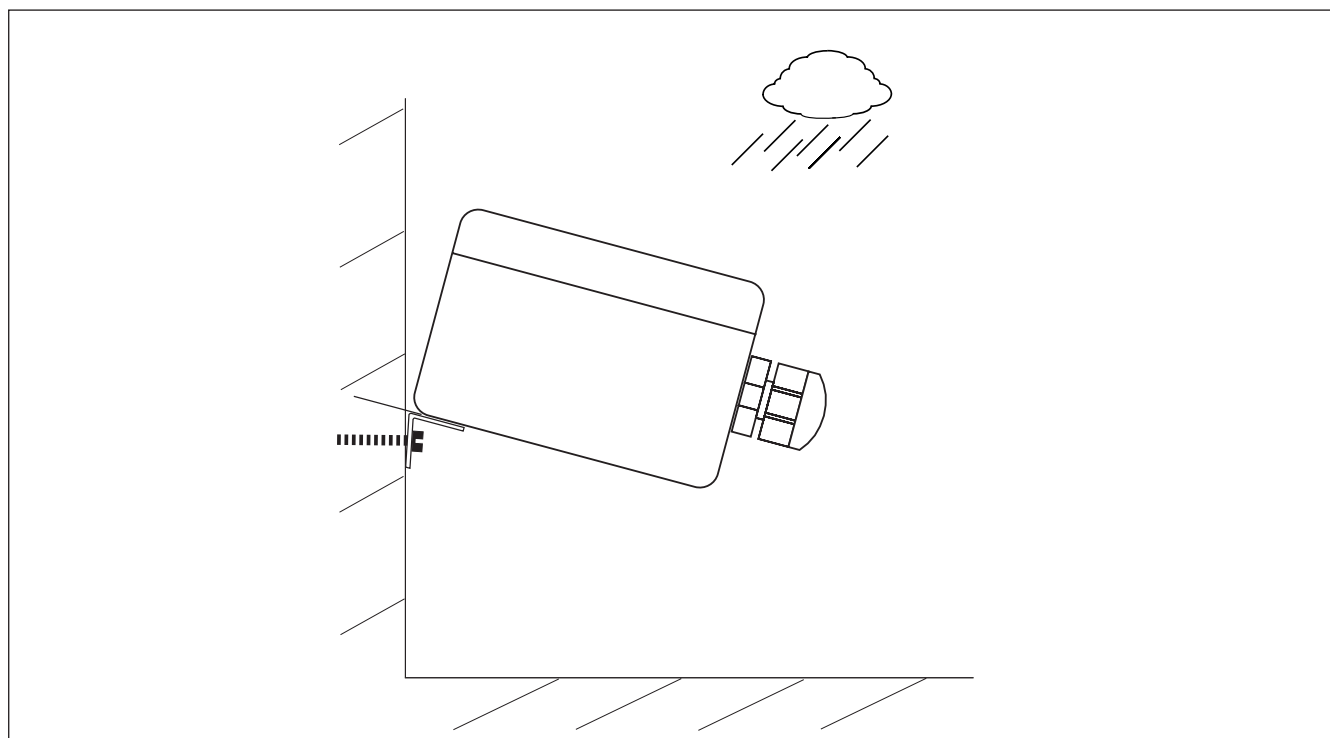

Abb. 3 Befestigung mit Haltewinkel an der Wand
- Der Niederschlag muss aus allen Richtungen ungehindert auf der Sensorfläche auftreten können. Das am Messwertgeber angebrachte Halteblech erzeugt den nötigen Winkel für den Wasserabfluss von der Sensorfläche. Dieser Winkel sollte durch die Befestigung nicht verändert werden (s. Abb. 3).